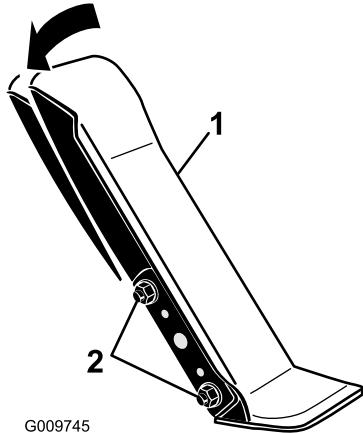

Figura 104
1. Allentare i 2 dadi e bulloni che fissano il lato sinistro del pedale di trazione alla staffa (Figura 104).
2. Incline il pedale nell'angolazione desiderata e stringete i dadi (Figura 104).